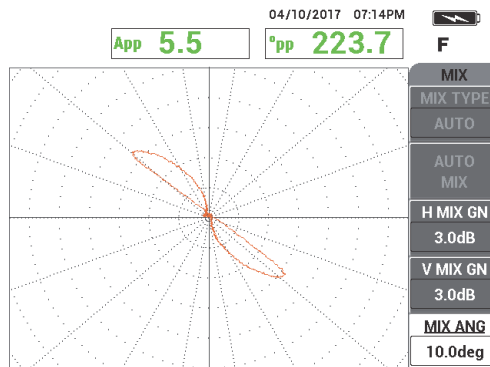

Abbildung 5-171 Signal des Thru-Wall-Lochs mit eingestelltem Winkel nach AUTO MIX
- Drücken Sie die Funktionstaste E für **MIX WNKL** und stellen Sie das Signal **MIX** ein, bis das Signal des Lochs eine Phase von ungefähr 40° erreicht (siehe Abbildung 5-171 auf Seite 266).